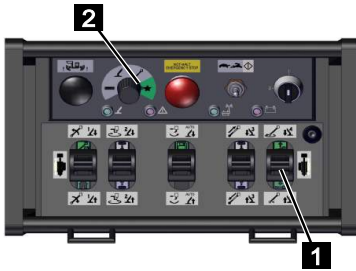

Fig. 122
4. Mettre le sélecteur de fonction sur [Fonction spéciale] (vert) (Fig.122/2).
5. Pousser le levier de commande (Fig.122/1) vers l'avant jusqu'à ce que la position de travail soit atteinte.